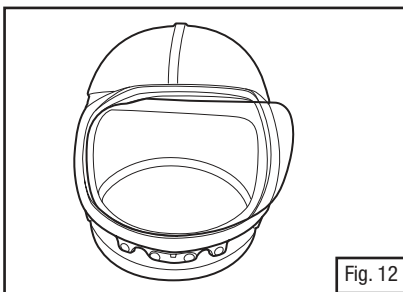

Fig. 12
1. Insérer le bord supérieur (rectiligne) ou inférieur (courbé) de l'écran facial intérieur dans le joint d'étanchéité de l'écran facial fixé à la calotte du casque (Fig. 12).